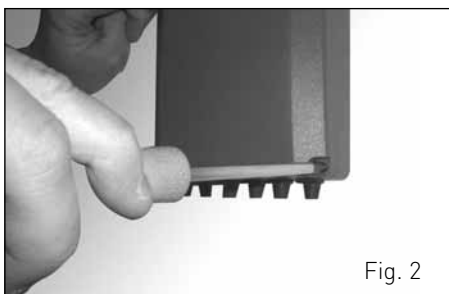

Fig. 2
- Quitar la tapa de la centralita aflojando los cuatro tornillos delanteros (fig. 2).